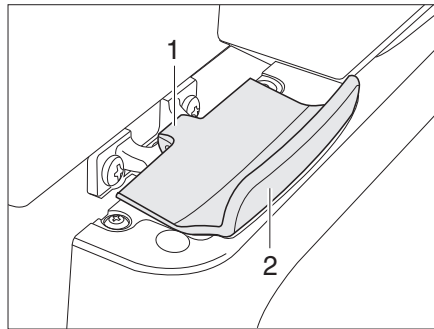

Fig. 133 Bloqueo de la puerta del frigorífico, cerrado (Thetford)
- Abrir la puerta del frigorífico con el tirador (Fig. 133,2). El bloqueo (Fig. 133,1) se abre automáticamente.